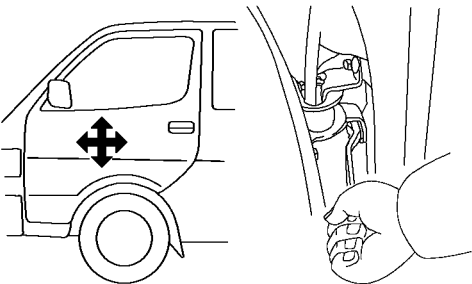

图 17-23 调整车身侧的铰链螺栓
2) 旋松车身侧的铰链螺栓后，可进行调整，如图 17-23 所示。